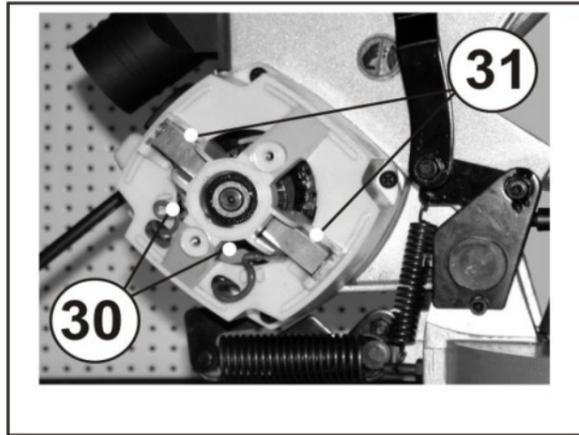

Рис.31
На Рис.31 показана одна из щеток (32), извлеченная из щеткодержателя (31). Если какая-либо из щеток (32) изношена до 4,8 мм ее длины, или если проводник или пружина (33) повреждены, смените обе щетки.